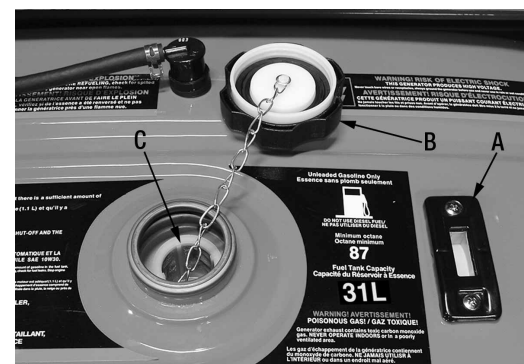

Figure 6
- 1) Vérifiez la fenêtre de niveau d'essence (A) Fig.6, si le jauge flottant de couleur orange est jusqu'au bout, il n'est pas nécessaire de faire le plein d'essence. Si le jauge flottant n'est pas visible, le réservoir est vide et il sera nécessaire de faire le plein d'essence.
- 2) S'il est nécessaire de faire le plein d'essence, assurez-vous que le moteur est en arrêt (off) et ensuite ouvrez le capuchon à essence (B) Fig.6 en le tournant dans le sens anti-horaire.
- 3) Assurez-vous que l'épurateur à essence (C) est positionné à l'intérieur de l'ouverture avant de faire le plein.